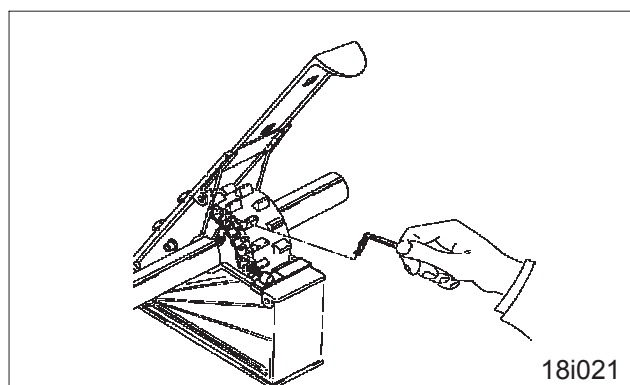

Рис. 18.28
- закрепите на высевающем валу старые высевающие катушки технологической колеи (рис. 18.28). Для этого следует ввернуть установочный винт в мелкосемянную высевающую катушку таким образом, чтобы она проворачивалась на высевающем валу с небольшим люфтом. Слишком жёсткое крепление установочных винтов ведёт к перекоосу высевающих катушек;